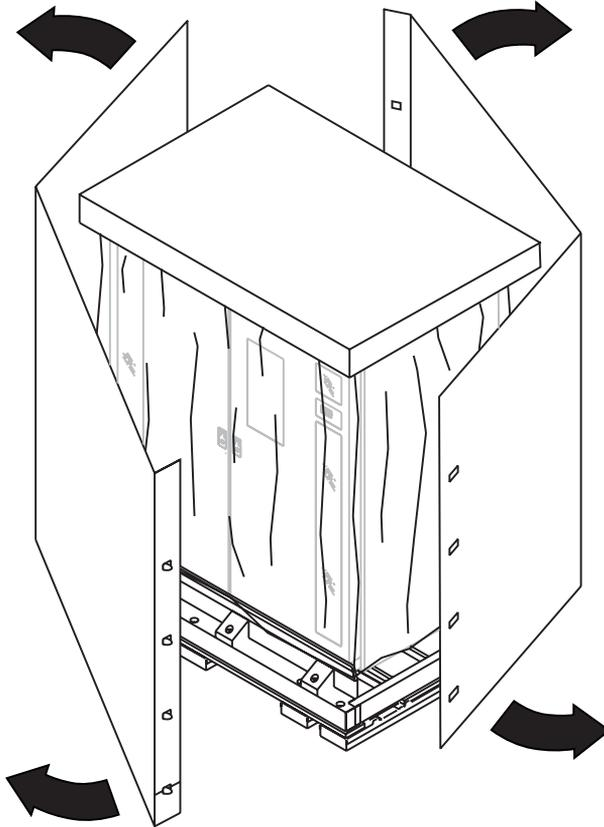

Figura 4-4: Quitar la caja de cartón
6. Separe la caja de cartón de la biblioteca (consulte la Figura 4-4).